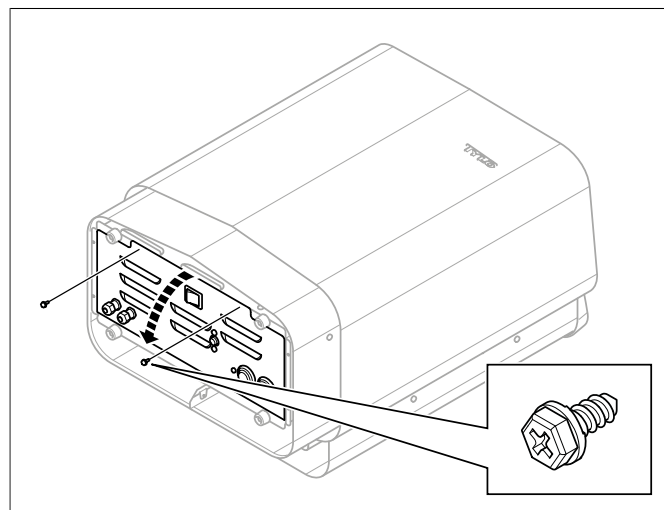

Abb. 8: Öffnen/Schließen der Abdeckung
2. Lösen Sie die Schrauben und öffnen Sie die Abdeckung, siehe **Abb. 8**, Seite 4.
7. Schließen Sie die Abdeckung und drehen Sie die Schrauben ein, siehe **Abb. 8**, Seite 4.